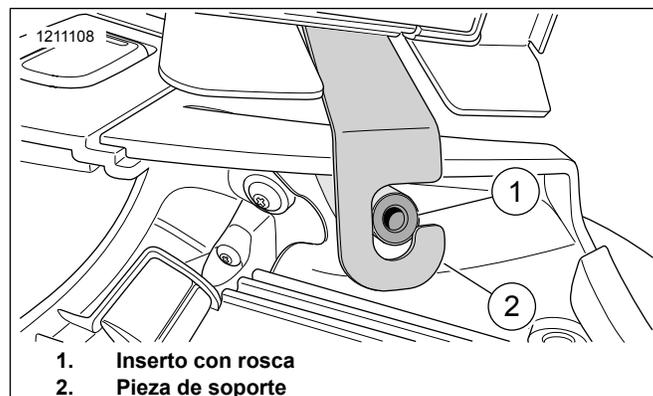

Figura 7. Pieza de soporte e inserto con rosca (se muestra lado izquierdo, lado derecho similar)
9. Vea la Figura 7. Verifique que las piezas de soporte de montaje (2) estén completamente asentadas alrededor del inserto con rosca (1).